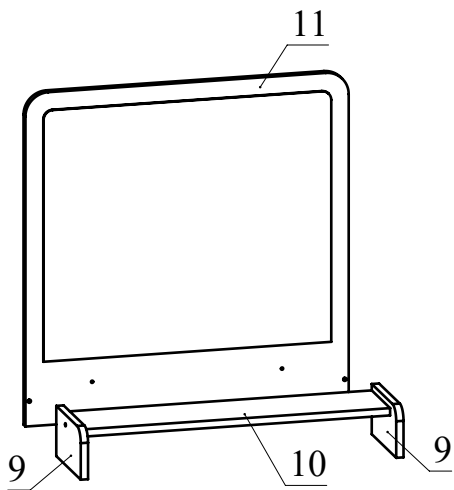

Рис.8
6. Соедините детали 9, 10 с помощью конфирматов (Рис. 8). Установите деталь 10 на деталь 11 и зафиксируйте, повернув конфирматным ключом головки минификсов по часовой стрелке до упора. Соедините при помощи конфирматов детали 9 и 11 (Рис. 8).